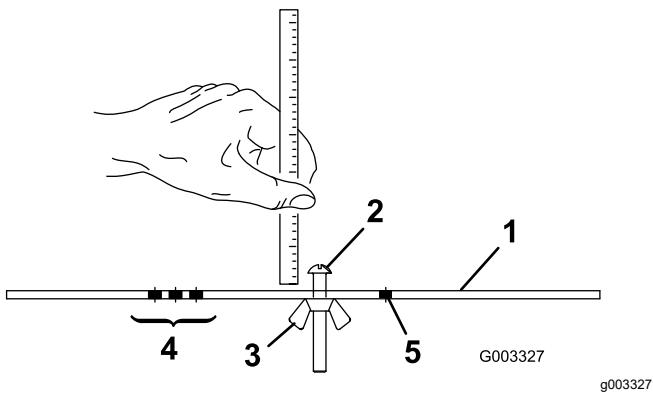

Figura 16
2. Allentate il dado sulla barra di misura (Figura 16) e posizionate il bullone di regolazione all'altezza di taglio opportuna.